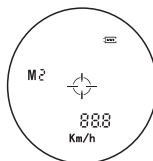

图10 测速模式
**M2 模式，**瞄准目标短按下  键，LCD屏下方显示速度；（显示如图10）